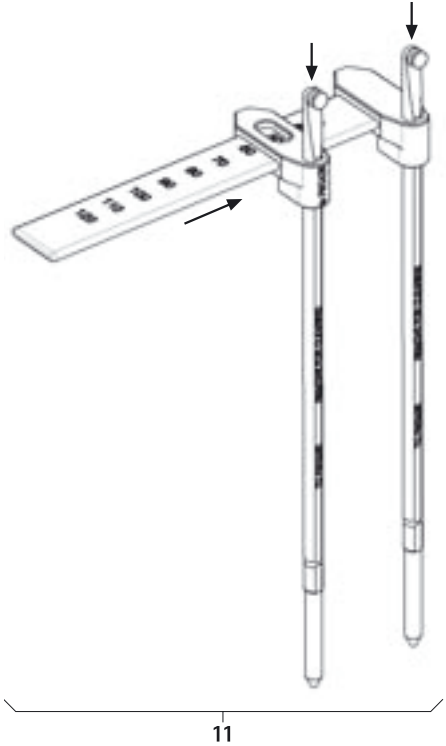

Fig. 17
- Montage de l'instrument de mesure de longueur de tige 11, voir Fig. 17.